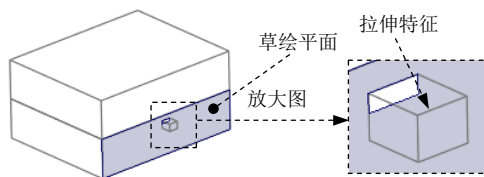

图 27.27 实体拉伸特征 1
Step5. 创建图 27.27 所示的实体拉伸特征 1。单击 **模具** 操控板 **形状** ▾ 区域中的 **拉伸** 按钮，此时系统弹出“拉伸”操控板；在出现的操控板中，确认“实体”类型按钮 被按下；右击，从系统弹出的菜单中选择 **定义内部草绘...** 命令；选取图 27.27 所示的平面为草绘平面，接受系统默认的箭头方向为草绘视图方向，然后选取 MAIN_PARTING_PLN 基准平面为参考平面，方向为 **上**。单击 **草绘** 按钮，进入草绘环境；进入截面草绘环境后，选取 MOLD_FRONT 基准平面和 MAIN_PARTING_PLN 基准平面为草绘参考，利用“投影”命令绘制图 27.28 所示的截面草图。完成特征截面的绘制后，单击“草绘”操控板中的“确定”按钮 ；在操控板中选取深度类型 ，再在深度文本框中输入深度值 20.0，并按回车键；接受系统默认的拉伸方向；在“拉伸”操控板中单击 按钮，完成特征的创建。